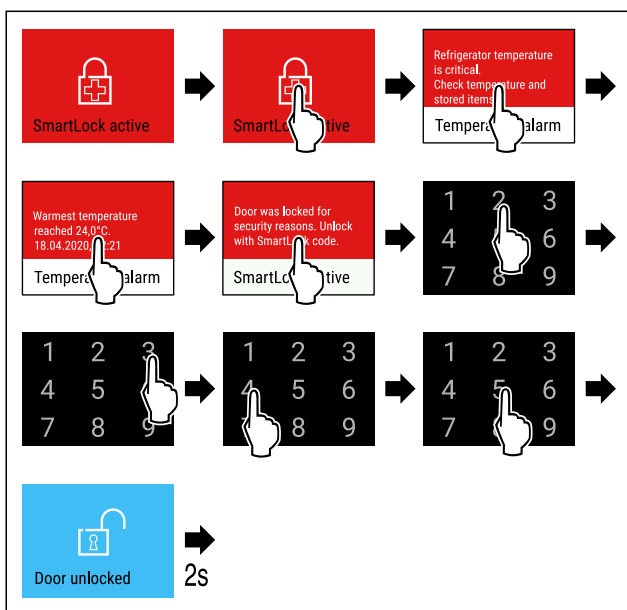

Fig. 86
- Suivre les étapes (voir Fig. 86) .